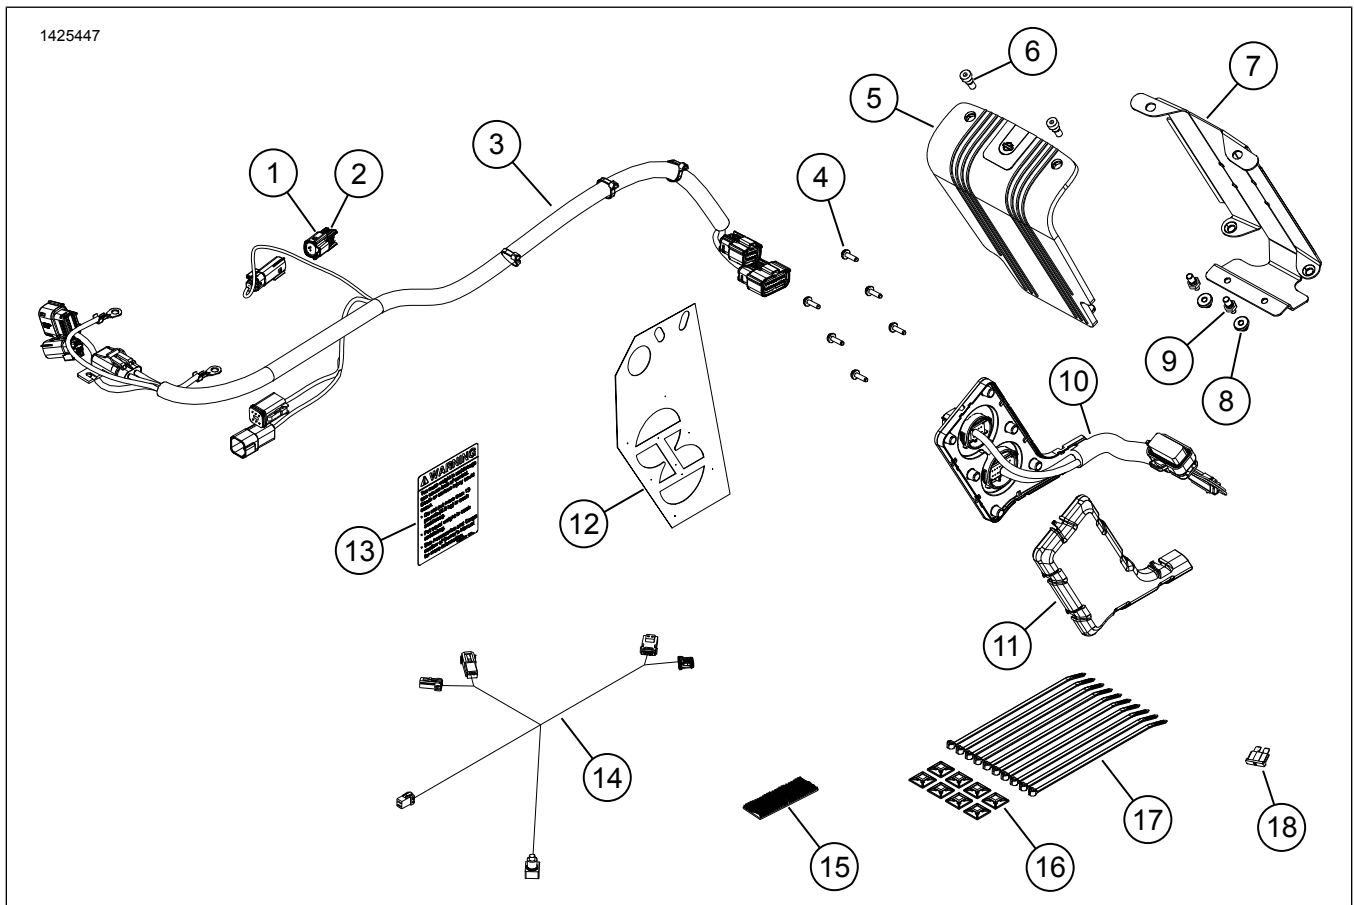

Figure 1. Pièces de rechange : Kit d'amplificateur principal
3. Voir la Figure 1. Installez l'étiquette de capacité de la sacoche (13).